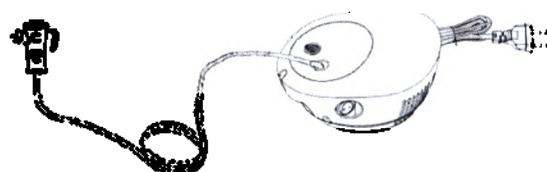

Рисунок 11
- Присоедините трубку компрессорную к штуцеру подачи воздуха чашки ингалятора (Рисунок 11).